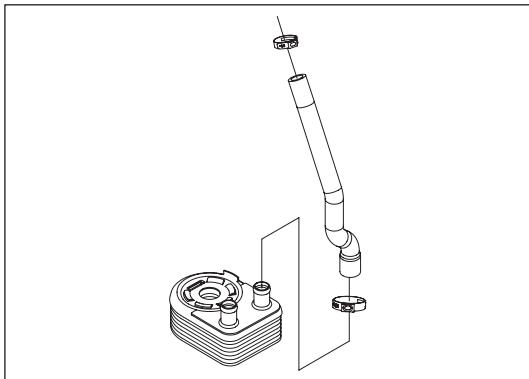

Рис. 10-3-4. Отводящий шланг ОЖ масляного радиатора
- в) Ослабить два хомута и снять отводящий шланг охлаждающей жидкости масляного радиатора, как изображено на рис.10-3-4.
- (3) Закрепить оба конца отводящего шланга на масляном радиаторе и прогреть компоненты отводящей трубы охлаждающей жидкости. Закрепить оба конца отводящего шланга масляного радиатора двумя червячными хомутами, как изображено на рис. 10-3-4.
- (4) Хомуты подводящего и отводящего шлангов масляного радиатора должны оставаться на шлангах в зажатом состоянии. Для обеспечения надежности крепления хомуты устанавливаются на 1/3 длины прямого отрезка подводящей трубы.